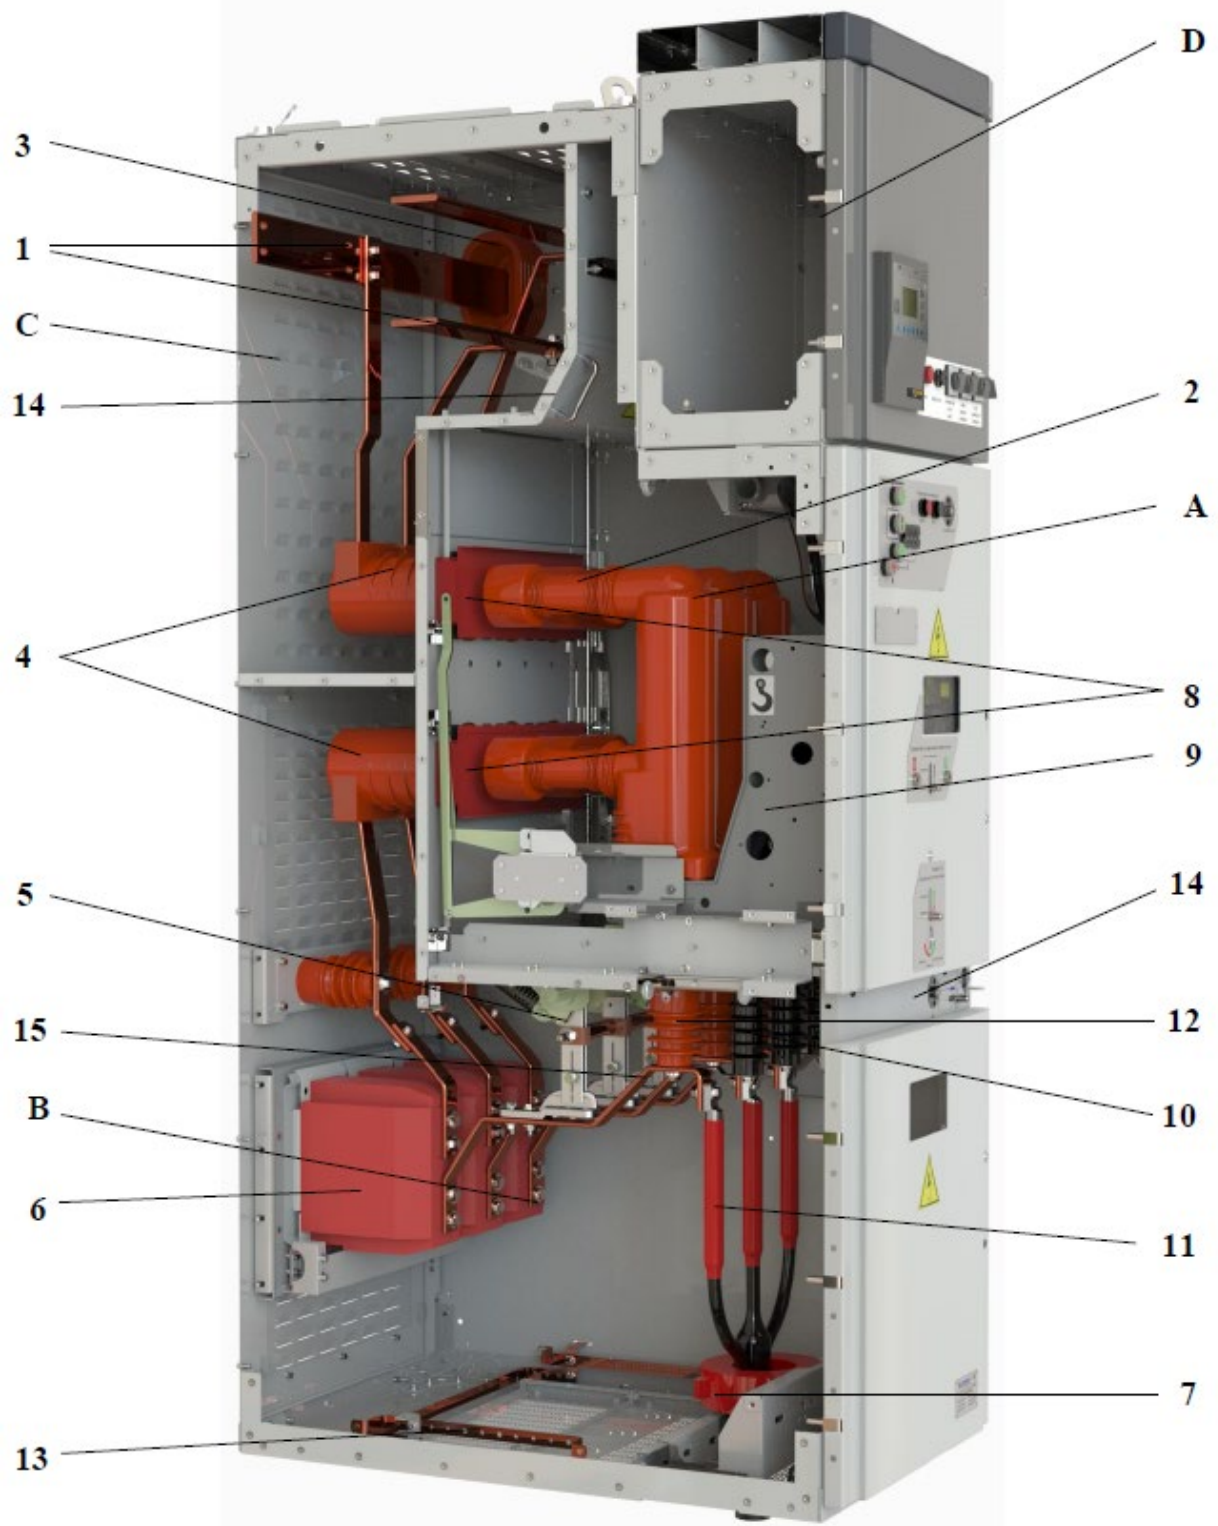

Рис. 1 Основные функциональные элементы шкафа КРУ
Общий вид внутреннего устройства шкафа КРУ с силовым вакуумным выключателем показан на рис. 1.
5.1. Отсек выкатного элемента А (рис. 1)
5.2. Отсек кабельных присоединений В (рис. 1)
5.3. Отсек сборных шин С (рис. 1)
5.4. Модуль вторичных цепей D (рис. 1)